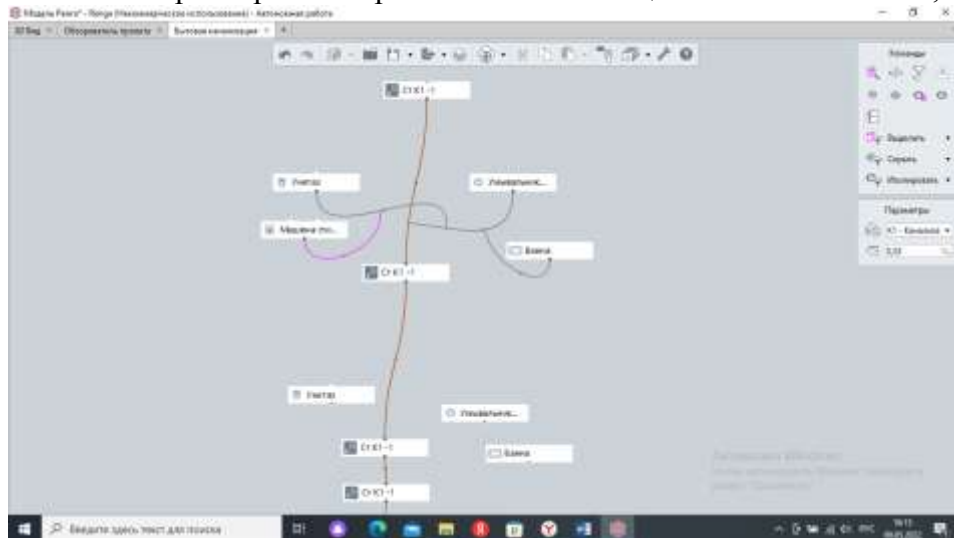

Рисунок 6.15 – Соединение плитки с санитарно-техническим оборудованием
6. Соедините плитки с сантехническим оборудованием второго этажа, см. рис. 6.15, как указано на изображении. В параметрах выберите К1 – канализация бытовая. Уклон 0,03